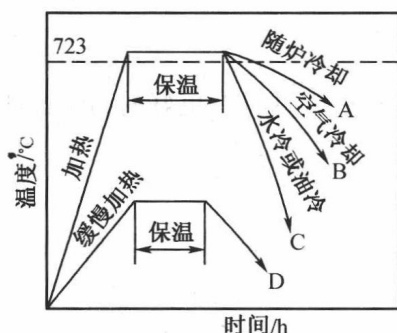

图 1-1
1. 根据图 1-1 所示的热处理工艺规范曲线,指出各曲线属于何种热处理方法。